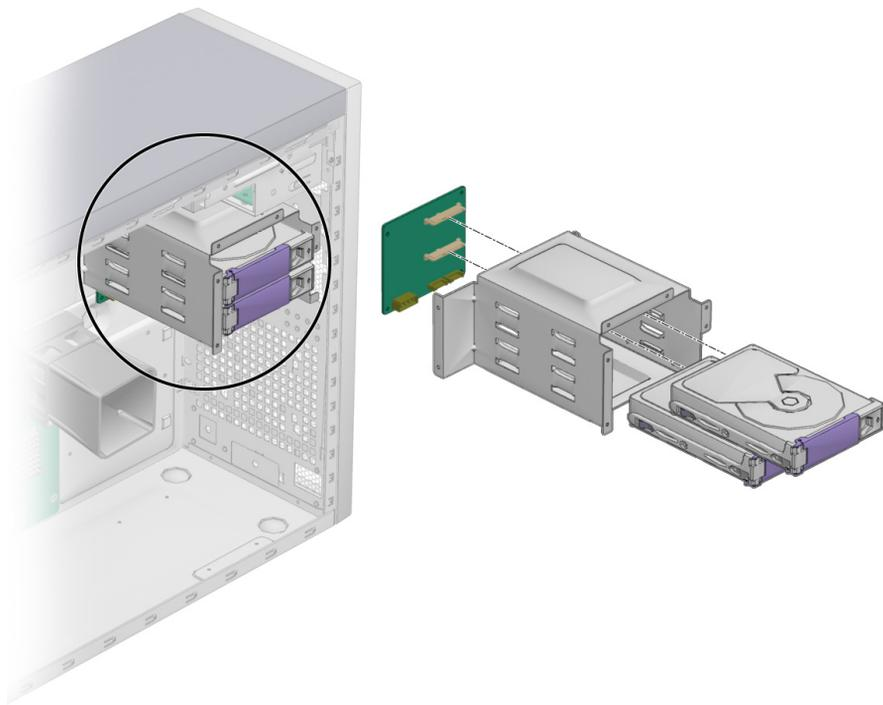

РИС. 4-7 Расположение объединительной платы SATA
1. Выключите систему, нажав кнопку питания на задней панели, откройте корпус и определите расположение объединительной платы SATA (см. РИС. 4-7).